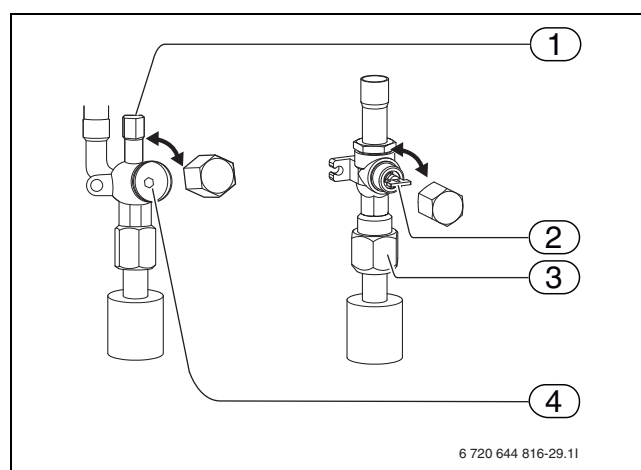

Bild 21 Absperrventile
- Manometer und Gasbehälter (trockener Stickstoff) an den Serviceausgang am Absperrventil für Flüssigkeit (→ [1], Bild 21) anschließen.
- Vakuumpumpe an den Serviceausgang am Absperrventil des Flüssigkeitsrohrs (→ [1], Bild 21) anschließen.
- Absperrventil öffnen, indem die Schraube (→ [2], Bild 21) mit einem 5 mm Inbusschlüssel (ODU 7,5) bis zum Anschlag gedreht wird, oder durch Drehen des Handgriffs (UDU 10–12).
- Abdeckung entfernen und Absperrventil (→ [3], Bild 21) gegen den Uhrzeigersinn so weit wie möglich mit einem 4 mm Inbusschlüssel aufdrehen. Bei Erreichen des Anschlags aufhören.